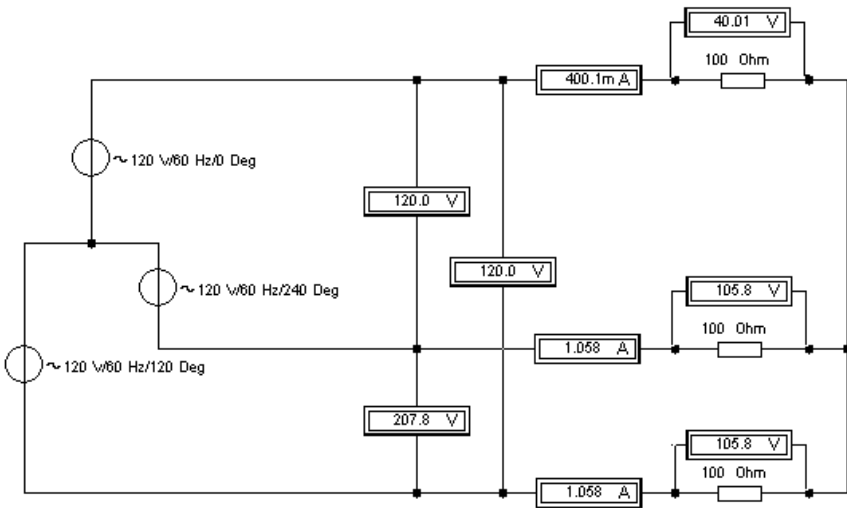

Рис. 21. Трёхпроводная схема соединения потребителей по схеме «звезда» с симметричной нагрузкой
1. Смоделировать работу трёхпроводной трёхфазной электрической цепи при подключении симметричного приемника по схеме «звезда». Пример такого подключения приведён на рис. 21. Аналогичная схема включения используется и для несимметричного приёмника.